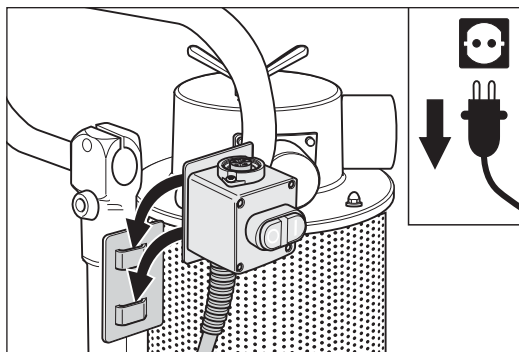

Abb. 60 Den Ein-/Aus-Schalter in die Halterung am Fahrgestell einhängen.
- 3 Hängen Sie den Ein-/Aus-Schalter an der Transport-Halterung am Schaltkasten aus und in die Halterung am Fahrgestell ein (Abb. 60).